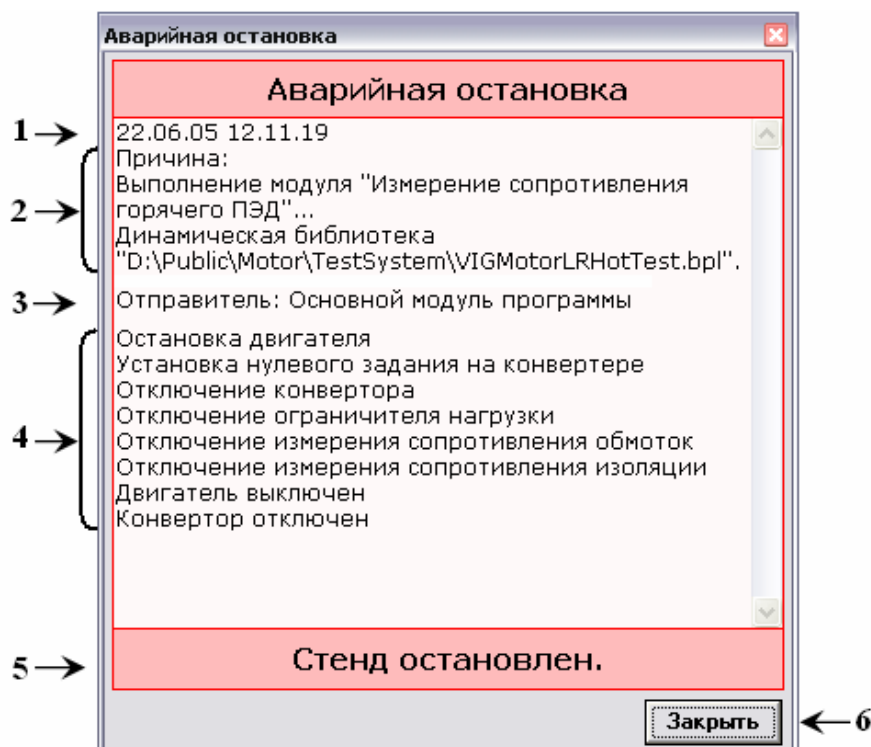

Рисунок 1.24
- Дата и время аварийной остановки (рис.1.24{1}).
- Причина аварийной остановки (рис.1.24{2}).
- Отправитель (рис.1.24{3}).
- Прочая служебная информация о состоянии оборудования и ошибках (рис.1.24{4}).
- Сообщение об остановке стенда (рис.1.24{5}).
При аварийной остановке для каждого стенда система контролирует состояние некоторого оборудования. Пока контролируемое оборудование не будет выключено, остановка стенда не может быть завершена. Система будет находиться в режиме ожидания. После приведения требуемого оборудования в нужное состояние в окне **«Аварийная остановка»** фиксируется информация о том, что стенд остановлен (рис.1.24{5}).
После этого можно закрыть окно аварийной остановки и выйти из программы, либо начать испытания заново. Для закрытия окна **«Аварийная остановка»** нажмите кнопку **«Закрыть»** (рис.1.24{6}) или комбинацию клавиш **[Alt+F4]**.